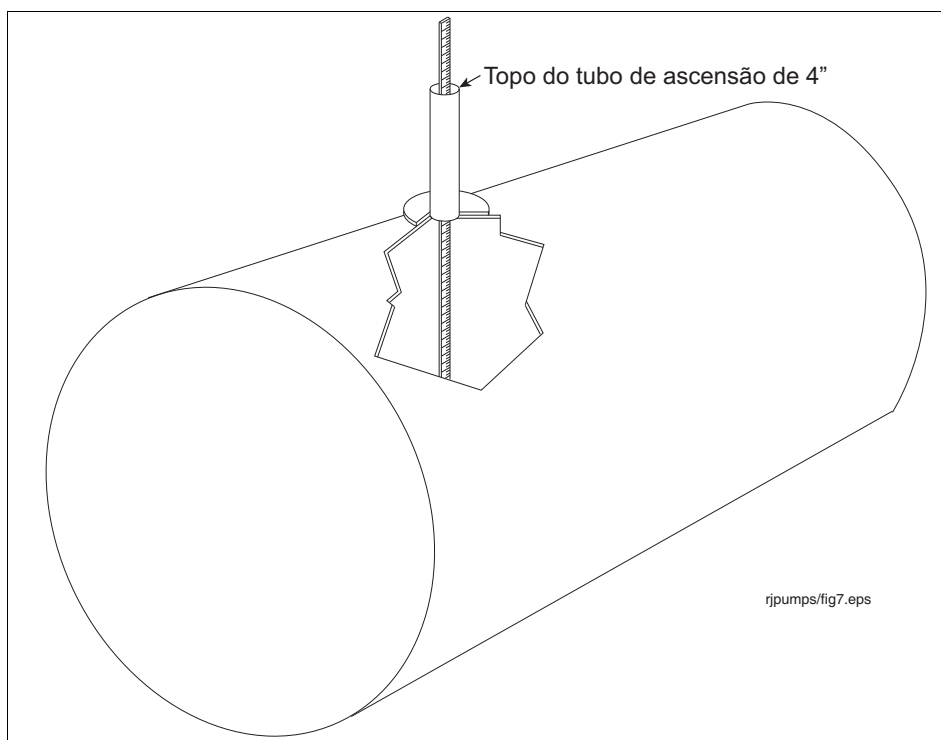

Figura 9. Mensuração do tanque
2. Meça a distância do fundo do tanque até o topo do tubo de ascensão de 4" conforme mostrado em Figura 9.